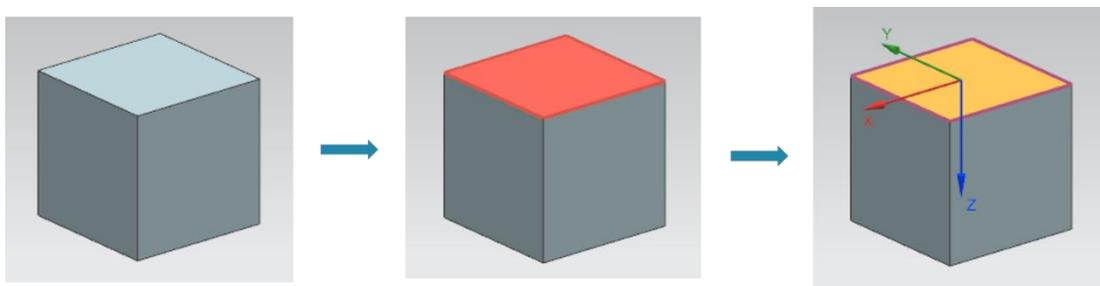

Figura 20: Selezione di una superficie in MCD
- Se il mouse non si trova su una parte del corpo, la parte viene rappresentata nel colore grigio tipico di NX (vedi Figura 20, a sinistra). Se si tocca una superficie con il mouse, questa viene evidenziata in rosso (vedi Figura 20, al centro). Fare clic sulla superficie. La superficie selezionata diventa arancione (vedi Figura 20, a destra).